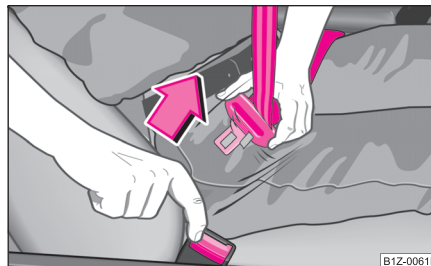

Fig. 113 Eliberarea
- Apăsați tasta roșie din dispozitivul de blocare ⇒ fig. 113. Elementul de prindere va sări singur sub acțiunea unui arc.